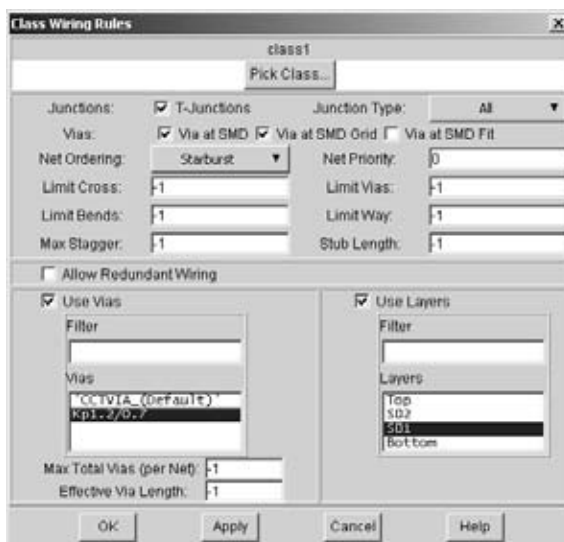

Рис. 9.6.12
11. Для разводки определенных классов цепей командами **Rules/Class/Wiring General** задать название группы цепей **class1**, выбрать тип ПО, слои разводки. Нажать на кнопки **Apple** и **OK** (рис.9.6.12).